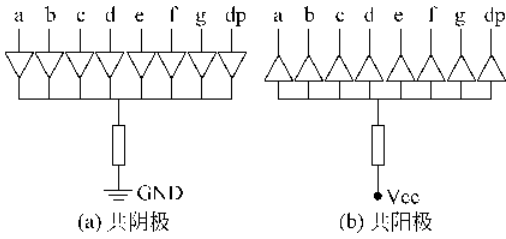
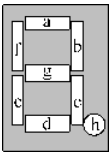

图 4-1 数码管
图 4-2 数码管外形
1. 理解 8 段数码管的基本原理(如图 4-1 和图 4-2 所示)。
4. 8 段数码管一般由 8 个发光二极管(light-emitting diode,LED)组成,每一个位段就是一个发光二极管。一个 8 段数码管分别由 a、b、c、d、e、f、g 位段,外加上一个小数点的位段 h(或记为 dp)组成。根据公共端所接电平的高低,可分为共阳极和共阴极两种,如图 4-1 所示。实物外形如图 4-2 所示。有时数码管不需要小数点,只有 7 个位段,称 7 段数码管。共阴极 8 段数码管的信号端高电平有效,只要在各个位段上加上相应的信号即可使相应的位段发光,比如:要使 a 段发光,则在 a 段加上高电平即可。共阳极的 8 段数码管则相反,在相应的位段加上低电平即可使该位段发光。因而,一个 8 段数码管就必须有 8 位(即 1 个字节)数据来控制各个位段的亮灭。